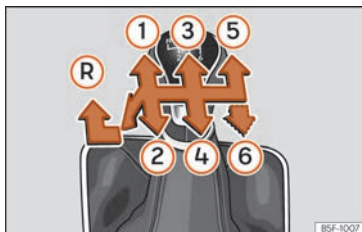

Abb. 51 Schaltschema bei einem 5-Gang bzw. 6-Gang Schaltgetriebe
Auf dem Schalthebel sind die Positionen der einzelnen Fahrgänge dargestellt » » » **Abb. 51**.
- Schalthebel auf Leerlauf stellen und nach unten drücken, ganz nach links und dann nach vorne schieben, um den Rückwärtsgang » » » **Abb. 51** (R) einzulegen.